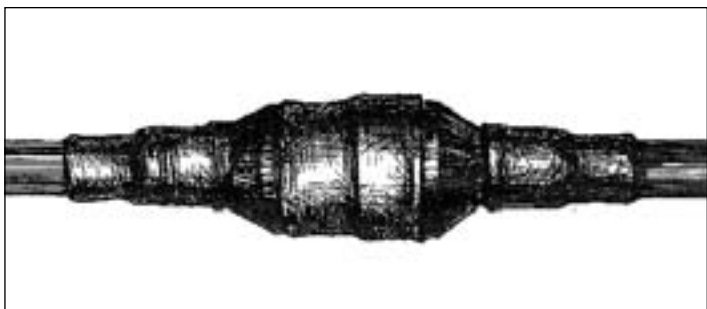

Рис. 4.16. - Смонтированная муфта МГНМс 19/29 (МГНМс 27/40)
**4.4.4.** На рис. 4.16, показана смонтированная газонепроницаемая муфта МГНМс 19/29 (МГНМс 27/40).